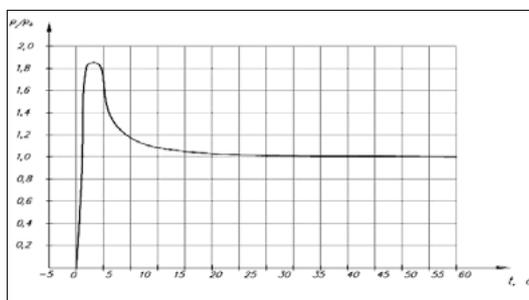

Рисунок 32 – Характер временной зависимости мощности регистров с $U_{ном}$ 220 В при включении (P_0 – мощность в установившемся режиме)
- После подачи на регистры напряжения начинается переходный процесс длительностью не более 15 с для регистров с $U_{ном}$ 220 В; не более 30 с для регистров с $U_{ном}$ 24 В, после чего наступает установившийся режим работы (рисунок 32).